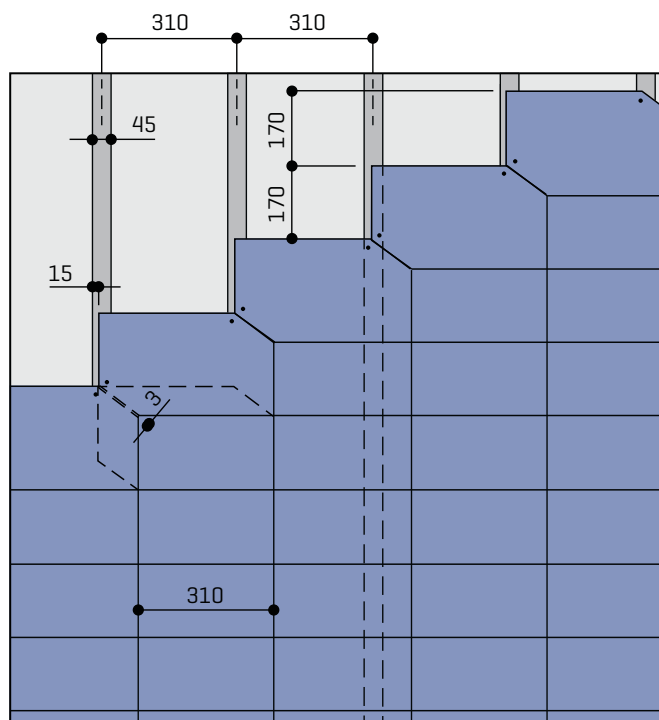
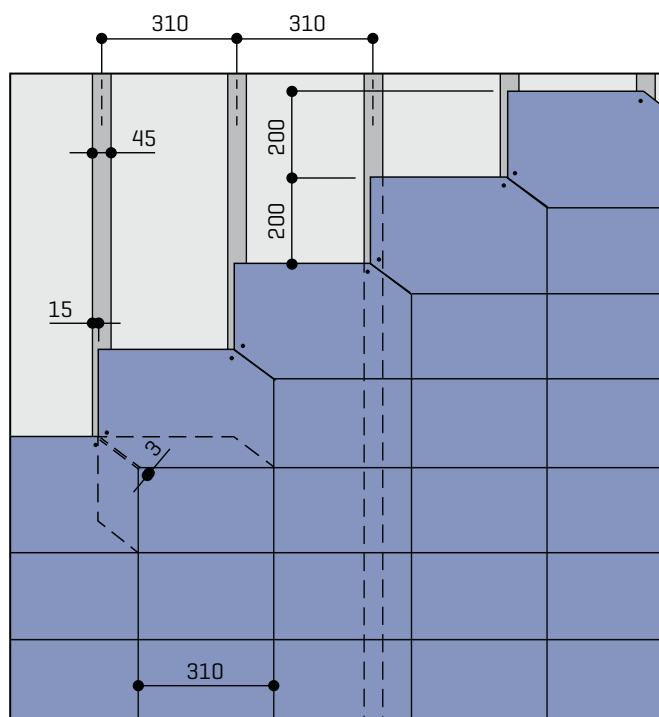
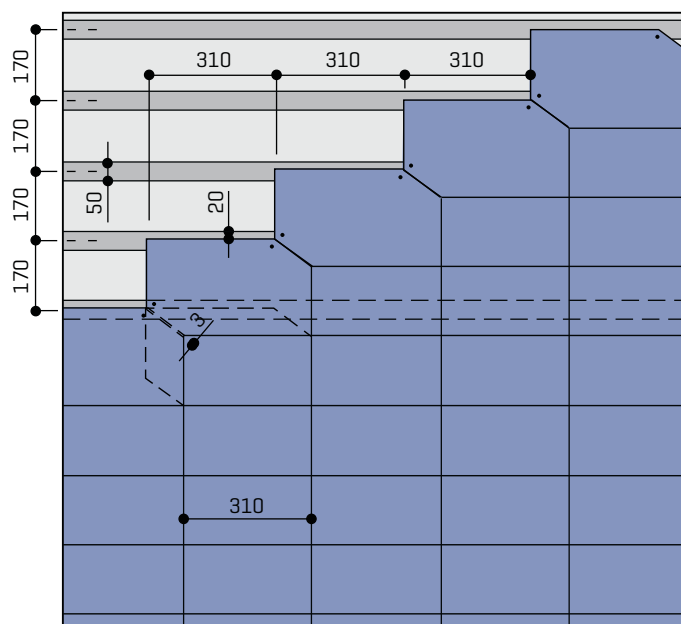
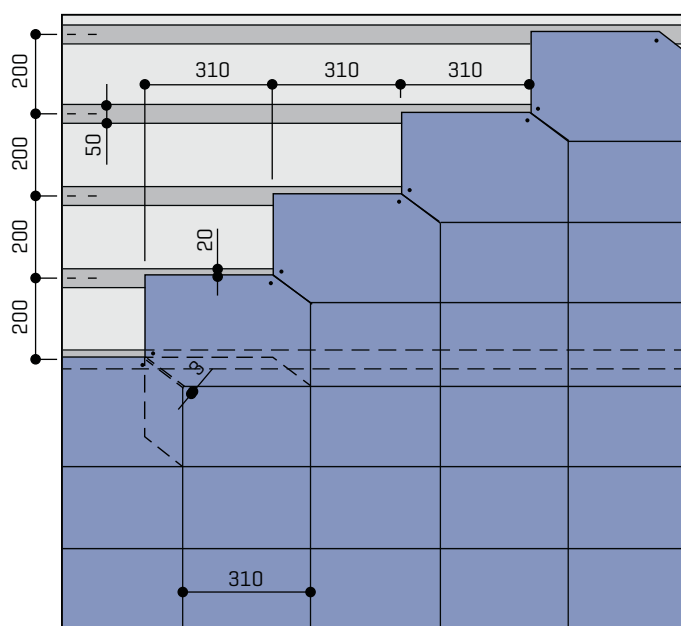

fig 13 : Positionering van de leien en breedte van de verticale kepers in mm.
fig 14 : Positionering van de leien en breedte van de verticale kepers in mm.
fig 15. : Positionering van de leien en breedte van de horizontale kepers in mm.
fig 16. : Positionering van de leien en breedte van de horizontale kepers in mm.
** Zie Fig. 13, Fig. 14, Fig. 15 en Fig. 16 hierna.